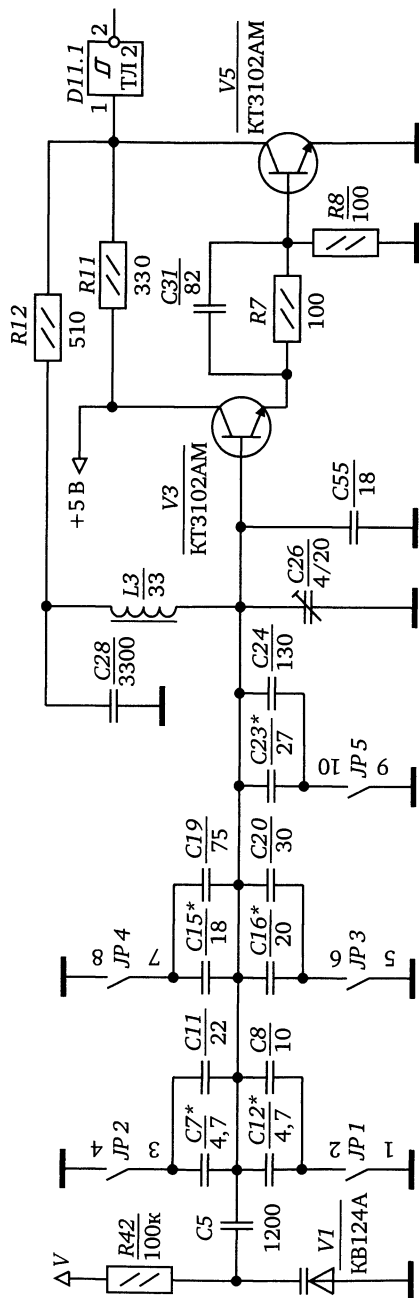
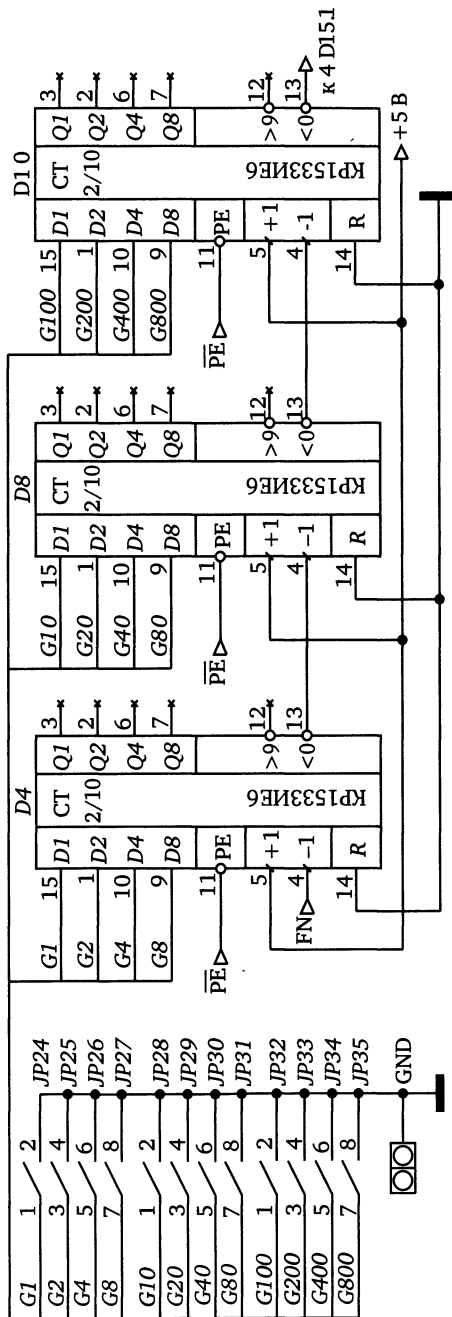

Рис. 1.8
Рис. 1.9
**Блок Ген. 1** представляет собой генератор с фазовой автоподстройкой частоты (ФАПЧ) и окончного делителя для получения нужного значения частоты несущей. ФАПЧ состоит из генератора, управляемого напряжением, ГУН (рис. 1.8), делителя частоты (рис. 1.9), схемы сравнения частот с усилителем сигнала рас- согласования.
С помощью переключателей  $JP24—JP35$  (рис. 1.9) производится параллельная запись для задания необходимого коэффициента деления.